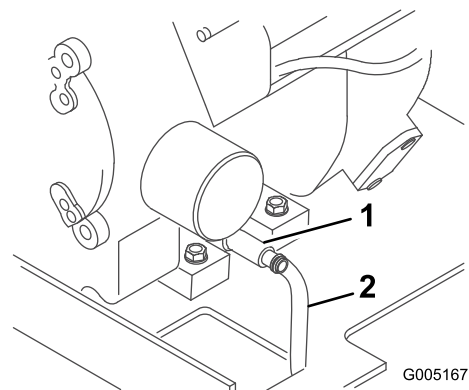

Figure 24
- Placez une extrémité du flexible sur le robinet de vidange et l'autre extrémité dans un bac de vidange (Figure 24).
- Ouvrez le robinet de vidange en le tournant dans le sens antihoraire et en tirant dessus simultanément (Figure 24).